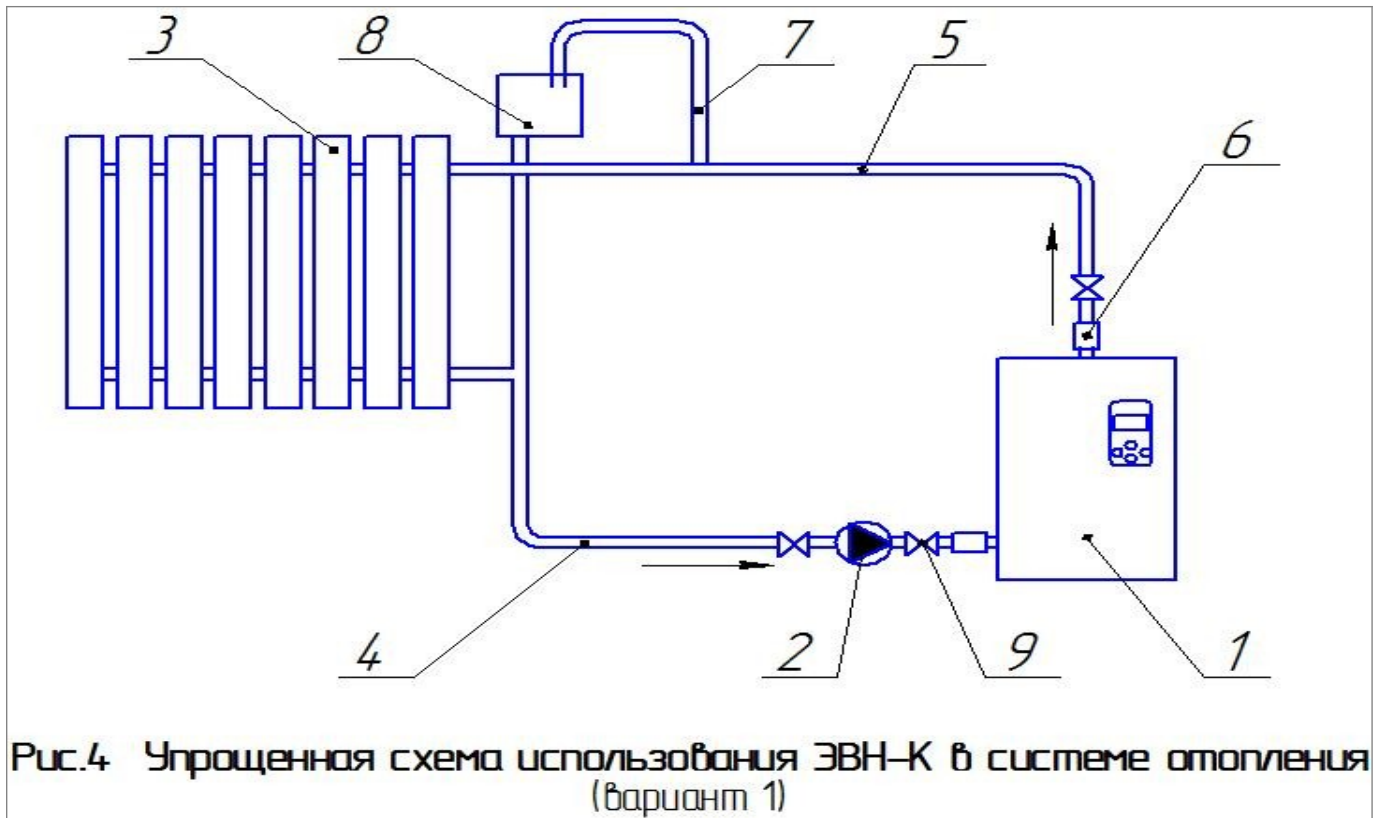

Рис.4 Упрощенная схема использования ЭВН-К в системе отопления (вариант 1)
- Подсоединить ЭВН-К к системе отопления (рис. 4).
5.7 В целях улучшения циркуляции теплоносителя систему отопления рекомендуется комплектовать циркуляционным насосом (рис. 4). Параметры циркуляционного насоса подбираются таким образом, чтобы в течение часа через него прогонялся трехкратный объем теплоносителя системы. Система с принудительной циркуляцией менее критична к разводке труб, позволяет уменьшить сечение труб.
7.1 Монтаж отопительной системы производится согласно **СНиП РК 4.02-42-2006**. В качестве нагревательного прибора 3 (рис.4) рекомендуется использовать радиаторы. Подсоединение ЭВН-К к системе отопления осуществляется муфтами 6 с соответствующими уплотнителями.
7.2 Система отопления (рис.4) открытого типа. В такой системе необходимо предусмотреть: